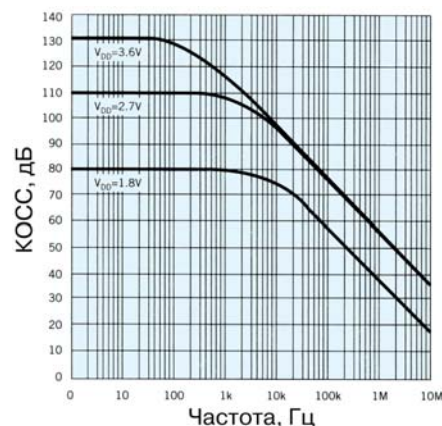

Рис. 2. Пример типовых зависимостей КОСС от частоты входного сигнала усилителя TLV278x при разных напряжениях питания
Графическое представление характеристик ИМС – хорошее средство их оценки в зависимости от изменения температуры, напряжения питания и других факторов. В качестве примера на рис. 2 приведены зависимости КОСС от частоты входного сигнала для ОУ TLV278x при разных значениях напряжения питания. Так, например, из рис. 2 следует, что на постоянном токе КОСС усилителя равен 80 дБ при напряжении питания 1.8 В, 110 дБ – при напряжении питания
2.7 В и 130 дБ – при напряжении питания 3.6 В. В то же время, из таблицы table 1 (рис. 1) видно, что типовое значение КОСС на постоянном токе равно 76 дБ при напряжении питания 1.8 В, 80 дБ – при напряжении питания 2.7 В и 100 дБ – при напряжении питания 3.6 В. В чем же причина отличий табличных данных от графических? Она в том, что условия тестирования, приведенные в таблице, отличаются от тех, для которых построены графики зависимости, приведенной на рис. 2. Подробный перечень условий испытания для тех же параметров приведен в table 1 (рис. 1).